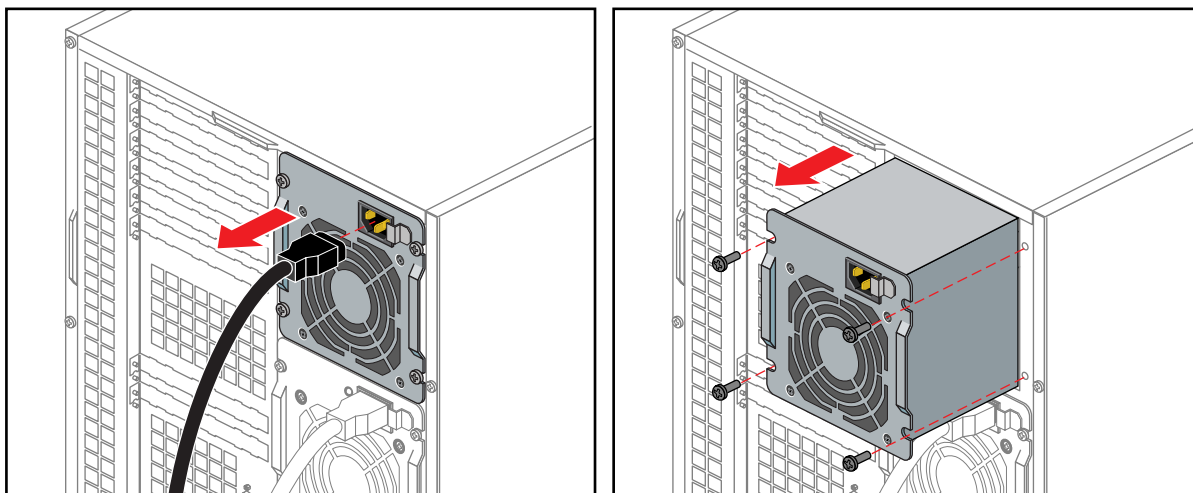

Figura 5-4 Retiro de una fuente de alimentación
3. Utilizando los bordes verticales salientes como asas, deslice la fuente de poder hacia atrás para sacarla del módulo (como muestra el ejemplo de la Figura 5-4).